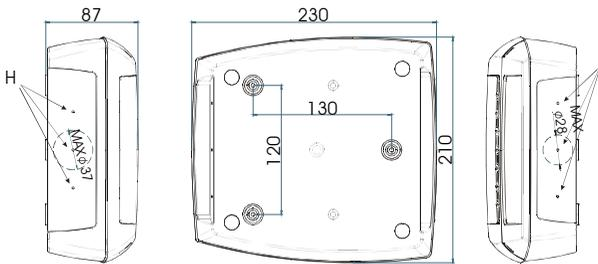

FIG. 3
- Für die Kabeldurchführungen sind auf dem Boden des Cool Mate Markierungen angebracht (Bild 3, H, I, J). Danach 3 Löcher bohren, wie in Bild 3 (L, M, N) gezeigt, um den Cool Mate zu befestigen.
- Wandbefestigungsblöcke in die Bohrungen einbringen. Den hinteren Teil des Cool Mate mit den 3 Schrauben befestigen und vorher die beigelegten O-Ringe unterlegen (Bild 3, L, M, N).
5. Für die Kabeldurchführungen sind auf dem Boden des Cool Mate Markierungen angebracht (Bild 3, H, I,).